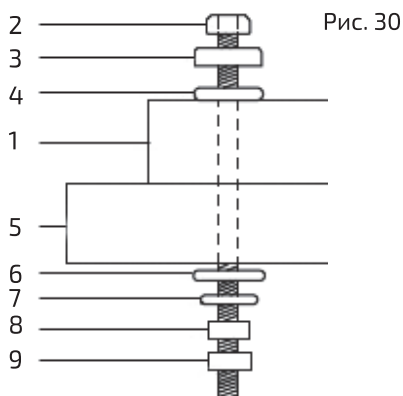

Рис. 30
В основании пилы имеется восемь крепежных отверстий – четыре по 6,3 мм и четыре по 9,5 мм. Следует выбрать правильные монтажные отверстия в зависимости от размера используемых болтов. Прикрепить основание пилы (1) к рабочей поверхности (5) при помощи болтов в последовательности, указанной на рис. 30.